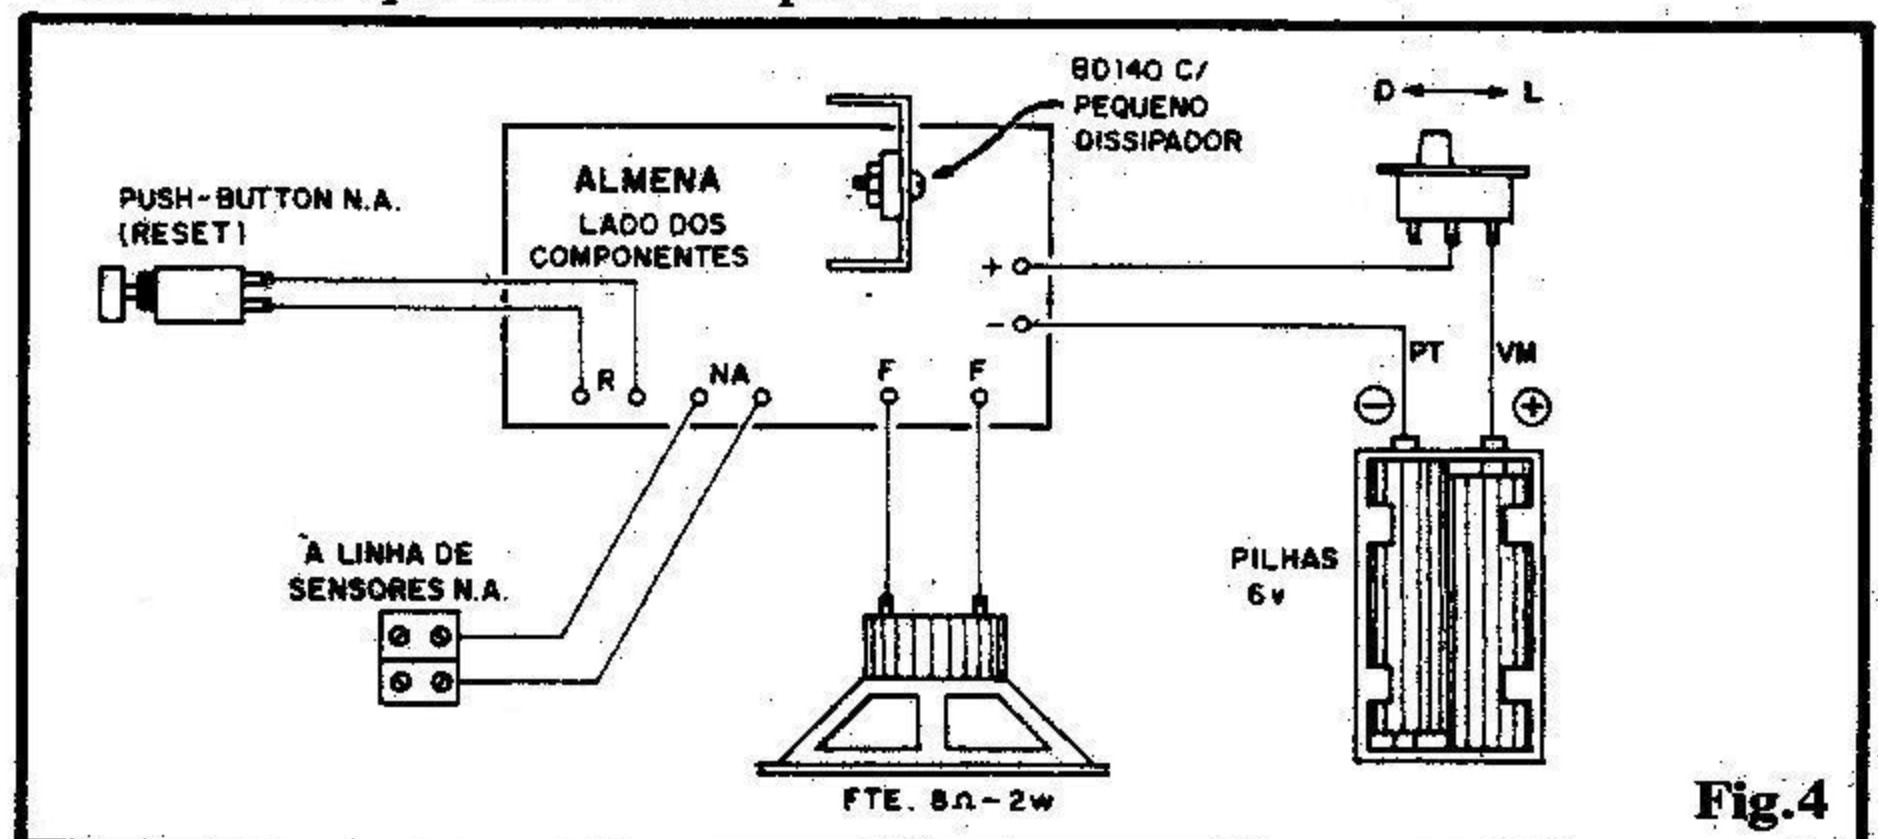

Fig.4
- FIG. 4 - CONEXÕES EXTERNAS À PLACA - Com a placa ainda vista pela face não cobreada (dos componentes), a ênfase agora é nas conexões periféricas. Observem bem as ligações do **push-button (reset)**, alto-falante, linha de sensoramento (ao par de conectores tipo "Sindal"...), pilhas (atenção à polaridade) e interruptor geral. Notem, também, a indicação da instalação do pequeno dissipador junto ao transistor de média Potência (BD140). Lembrem-se de que é importante um firme contato entre a superfície do dito dissipador e a lâmina metálica que reveste um dos lados do tal transistor, de modo que o calor gerado possa ser eficientemente "irradiado" para o ambiente, obtendo-se assim o conveniente "resfriamento" do componente, principalmente se submetido a funcionamento prolongado... Salvo as conexões de alimentação (sempre fio **vermelho** para o **positivo** e fio **preto** para o **negativo**...), nenhuma das conexões externas é polarizada, simplificando as "coisas" e a interpretação, no momento da instalação final...
lelo fino, levado até onde se queira (ligado ao circuito via contatos marcados com N.A. - ver fig. 4...), numa distância de até 50 metros (nesse parâmetro testamos nosso protótipo, mas é provável que distâncias de até 100 metros ainda proporcionem acionamento seguro - experimentem...). Com tal disposição simples, em qualquer "lugar" da linha pode ser instalado (ou removido, por qualquer razão...) um módulo N.A., desde simples interruptores de pressão, até artifícios mais elaborados, conforme sugerimos na próxima figura. Nessa configuração, qualquer dos inúmeros sensores N.A. incorporados à linha, que seja momentaneamente fechado (ainda que por brevíssimo instante...) disparará o alarme (e proporcionará a "retenção" da memória interna do ALMENA...).
- Quem quiser um aviso sonoro mais "espalhado", poderá, perfeitamente usar **dois** alto-falantes no circuito, sendo - por exemplo - um colocado junto à instalação básica, e outro longe, em ponto remoto, onde existam pessoas de "plantão"... Se esta for a opção, recomendamos usar dois alto-falantes de 16 ohms (não de 8...), em paralelo, ou então dois de 8 ohms, em **série** (não em paralelo), simplesmente conetando o conjunto aos pontos "F-F" da placa (ver fig. 4). Nesse tipo de instalação, convém "fasear" os dois alto-falantes para evitar problemas com o oscilador: se eles estiverem em **paralelo**, ligar "+" com "+" e "-" com "-"; se estiverem em **série**, ligar o "+" de um com o "-" de outro, utilizando os terminais restantes para conexão ao circuito (pontos "F-F" da placa...).